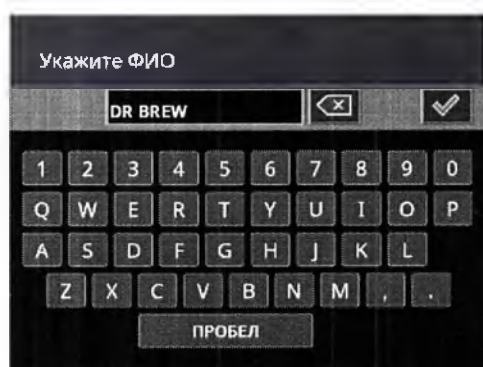

Рисунок 15. Экранная клавиатура
3. Нажмите кнопку с номером, не имеющую присвоенного имени, чтобы вывести на дисплей экранную клавиатуру (рисунок 15).